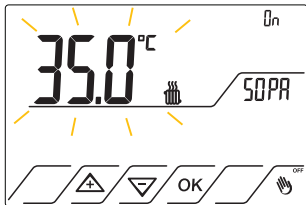

Fig.28
8.4.4 Premere i tasti ▲ o ▼ per impostare il valore prescelto nel range da 2-60°C Di default 35 °C. Fig.28